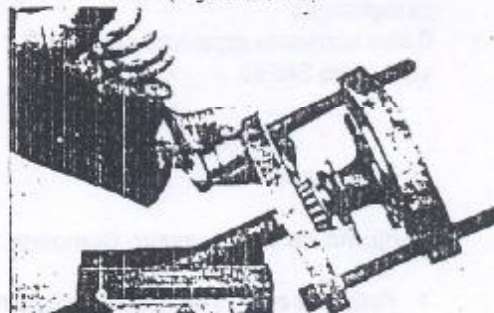

Figura 5.01.6 - Instalação do rolamento
2. Instalar o rolamento da semi-árvore, utilizando-se da ferramenta G.5.01.06A (Figura 5.01.6).